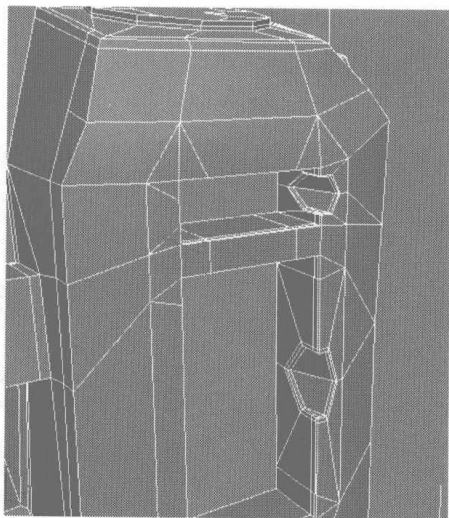
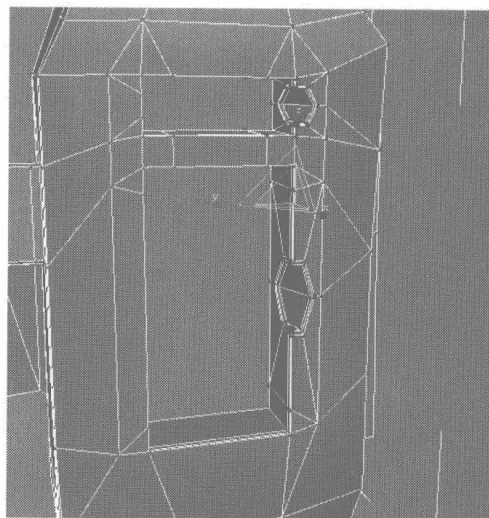

图 6.341
图 6.342
- 10** 显示隐藏的物体，将此物体与机身合并，此时效果如图 6.341 所示，再框选如图 6.342 所示的节点，